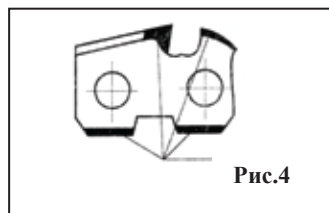

Рис.4
- для замены испорченных резцов и приводных звеньев цепи на новые необходимо: вынуть заклепки, удалить поврежденную деталь, опилить новые детали до среднего уровня изношенных (см. рис. 4), установить новые детали на место, вставить заклепки и на плоской поверхности расклепать молотком.